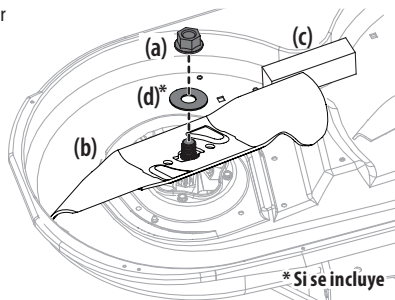

Figura 2
- Cuando reinstale las cuchillas, asegúrese de lo siguiente (vea la Figura 2):